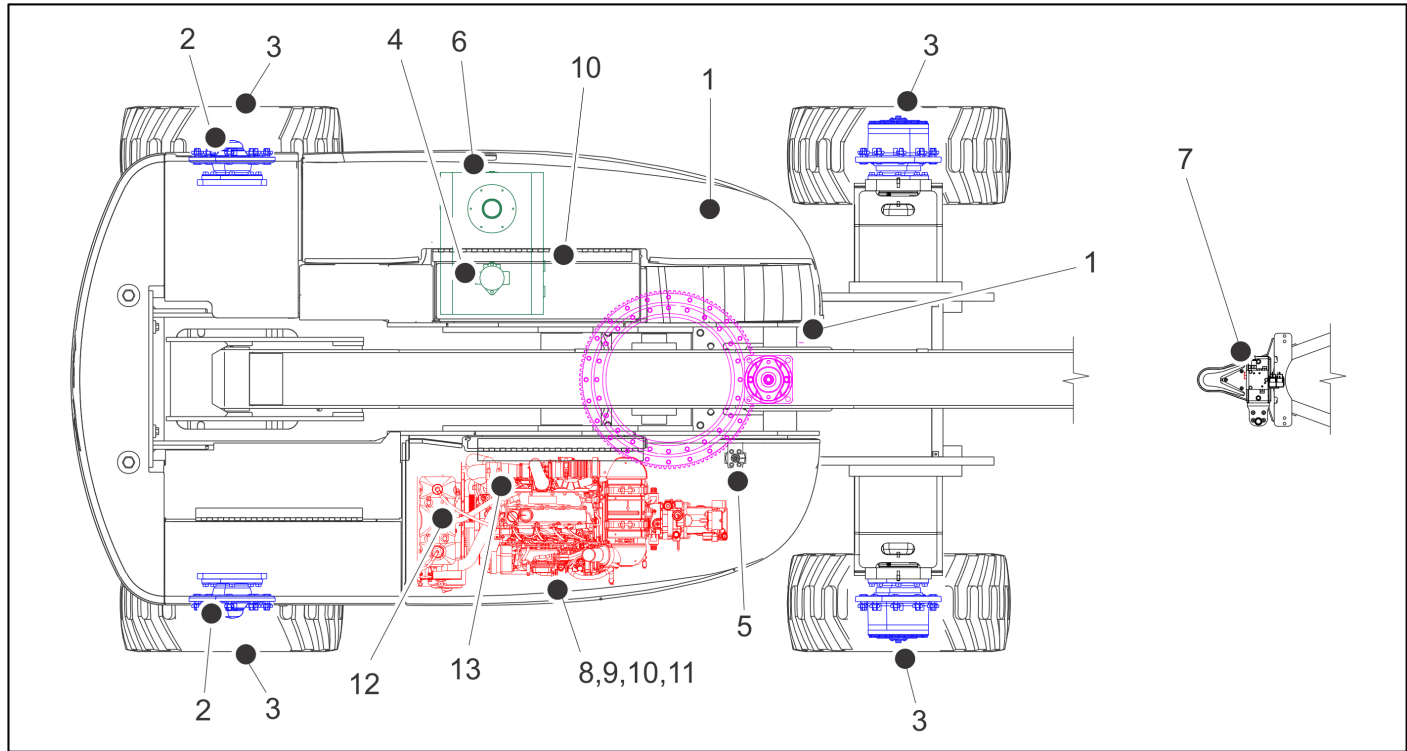

Figura 6-6. Schemă privind întreținerea și lubrifierea
**NOTĂ:** Următoarele numere corespund celor din Figura 6-6., Schemă privind întreținerea și lubrifierea.